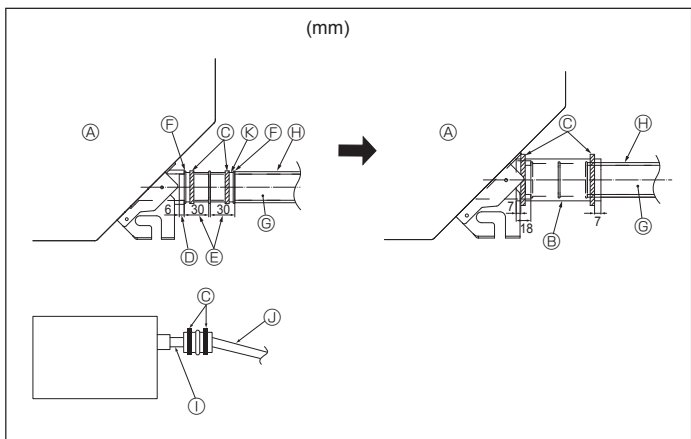

Fig. 5-2
- 1 Raccorder la prise d'écoulement (fournie avec l'appareil) au port de drainage. (Fig. 5-2) (Apposer le tube à l'aide de ruban adhésif en PVC puis le fixer avec une sangle.)